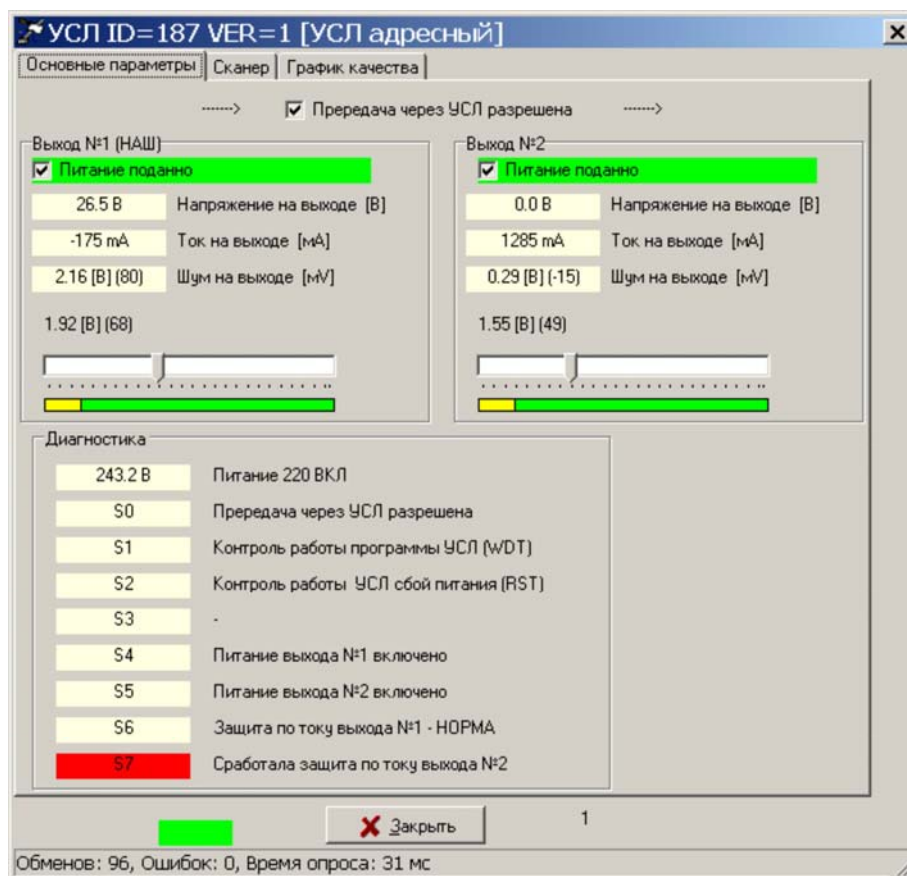

Рисунок 25
6) При срабатывании схемы защиты от перегрузки ПО RASOS выводит сообщение красного цвета «Сработала защита по току выхода №» в поле «Диагностика» (рисунок 25).